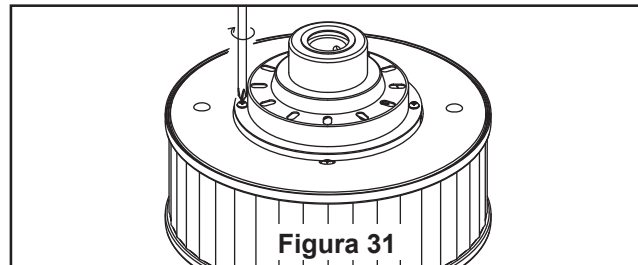

Figura 31
- ☐ 3. Apretar los dos tornillos de la cubierta del motor de acoplamiento. (Figura 31)